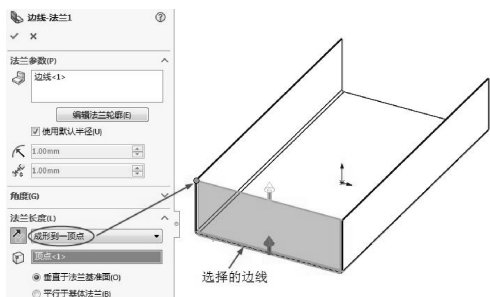

图 6-71 生成边线法兰 1
- 04 在【钣金】选项卡中单击【边线法兰】按钮，弹出【边线-法兰】属性面板。选择钣金件一侧边线，选择法兰长度为【成形到一顶点】，单击侧边顶点，生成边线法兰，如图 6-71 所示。